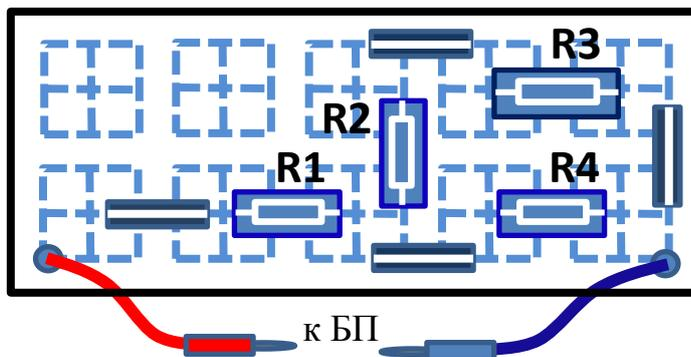

Рис. 14. Блок-схема электрической цепи для проверки правил Кирхгофа.
Нарисуйте в тетради принципиальную схему предложенной блок-схемы (рис. 14.) для одновременного измерения силы тока и напряжения на резисторе R1 (без перемычек, с вольтметром, амперметром и БП).
- Соберите электрическую цепь, блок-схема которой представлена на рис. 14. Перемычки выставлять обязательно – вместо них надо будет подключать амперметр. Предложенные в комплекте к задаче резисторы (например, 330 Ом, 470 Ом, 1 Ком, 6,8 Ком) расположите так, чтобы при напряжении питания 10 В сила тока в любой ветви цепи не превышала 80 мА. Запишите номиналы резисторов.